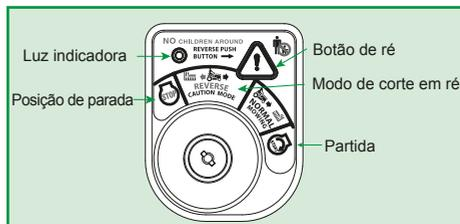

Figura 15
2. Gire a chave da posição de modo de corte normal (NORMAL MOWING, verde) para a posição de corte em ré (REVERSE CAUTION MODE). Ver Figura 15;
modo corte em ré está ligado. Ver Figura 15;